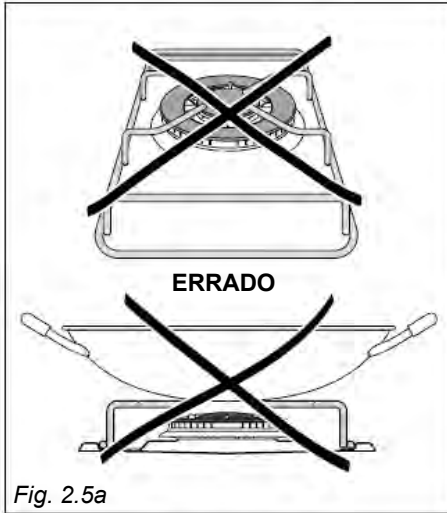

Fig. 2.5a
- Para usar o WOK tem de colocar o suporte adequado (se o adaptador para wok não for fornecido com o aparelho, está disponível como acessório a um custo adicional) a fim de evitar qualquer operação defeituosa do queimador de anel duplo (fig. 2.5a - 2.5b - 2.6a - 2.6b).